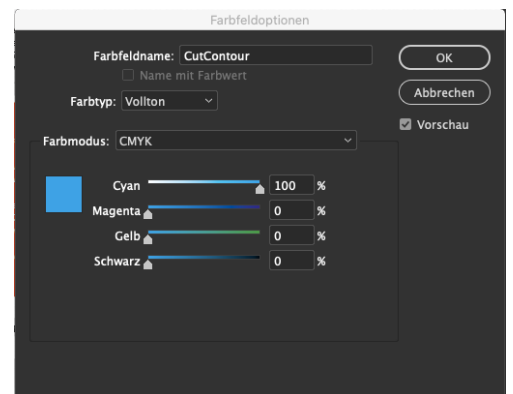

Abb. 1: Sonderfarbe anlegen
2. Nach Bestätigung u.a. der Sicherheitseinstellungen (s. Bild1) ist die PDF Export Vorgabe automatisch in Ihrem Adobe Distiller eingespeichert.
3. Legen Sie eine Sonderfarbe an und nennen sie „CutContour“ (z.B. in 100% Cyan) (s. Abb. 1)